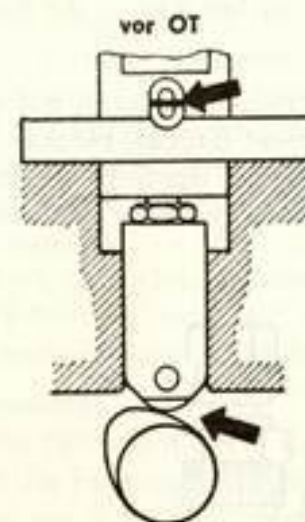
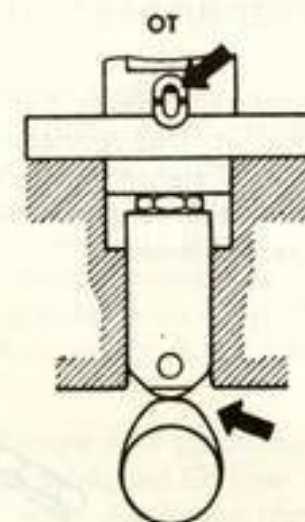
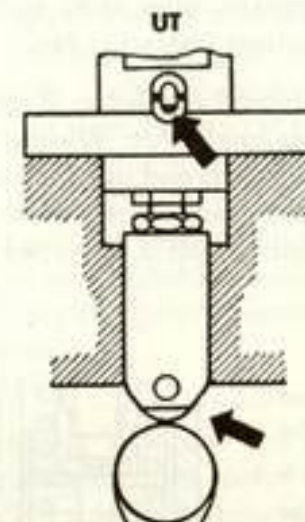

Bild 8
Bild 9
Bild 10
- b) Antriebsnocken, Stößel und Pumpenkolben müssen so zueinander eingestellt werden, daß sich bei der unter a) angegebenen Stellung des Motorkolbens die Strichmarken am Einstellfenster und an der Führungshülse decken (Bild 8). Außerdem muß die Strichmarke auf der Führungshülse sowohl bei höchster (OT Bild 9) als auch bei tiefster Stellung (UT Bild 10) des Pumpenkolbens im Fenster sichtbar bleiben. Bei Mehrzylinder-Pumpen werden die Elemente nacheinander so eingestellt, wie unter a) und b) angegeben.